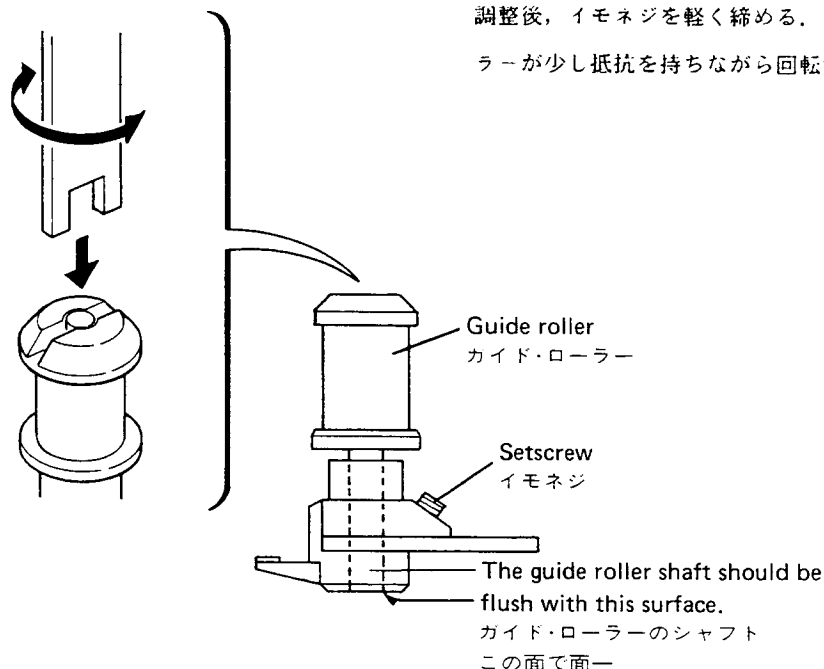

Fig. 3-2
1. When reinstalling the mechanism ass'y into the main body, perform coarse adjustment of the top of the guide roller. Here, for temporary adjustment, loosen the setscrew shown in Fig. 3-2, then turn the screw on top of the guide roller using the wrench so that the guide roller shaft is flush with the surface indicated by the arrow.
ここでは仮調整なので、目安としてガイド・ローラーのシャフトが図3-2の矢印の線上で面一となる様に、図3-2のイモネジをゆるめてガイド・ローラー頭部のネジを二股レンチにより回して調整する。
- V. After the adjustment of the guide rollers is complete, tighten the setscrews (Fig. 3-2) securing the guide rollers using the hexagonal wrench. (The tightening torque should be 1 kg.cm.)
V. ガイド・ローラーの調整後、六角レンチにてガイド・ローラーを固定しているイモネジ(図3-2)を締める。